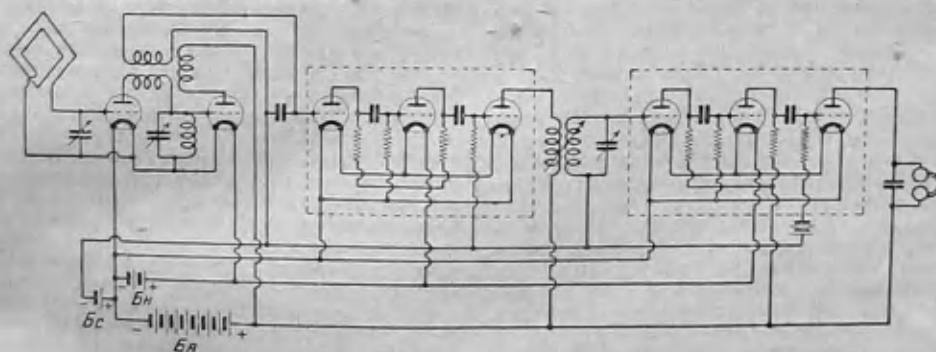

Рис. 4. Ультрадин.
4) Движок нужно поставить в такую точку, чтобы $s=16$, а $d=4$ омам (действительно $\frac{16}{4} = 4$ и $16+4=20$). Интересно проиллюстрировать (рис. 4, стр. 189), будет ли в этом случае существовать какая-нибудь разность потенциалов между точкой А и движком. Пусть напряжение батареи равно 20 вольтам (можно выбрать какое-либо другое напряжение)
Эти же лампы могут с успехом применяться в супергетеродинных схемах. Одна из таких схем—ультрадинная схема дана на рис. 4. Здесь промежуточная частота усиливается двумя трехкратными лампами, включенными каскадом одна за другой. Гетеродином является вторая лампочка. В анодной цепи первой лампы имеется катушка, соединенная последовательно с колебательным контуром генераторной лампы. Первая катушка служит для связи с настроенным контуром промежуточной частоты, который включен в первую сетку первой трехкратной лампы. Этот контур